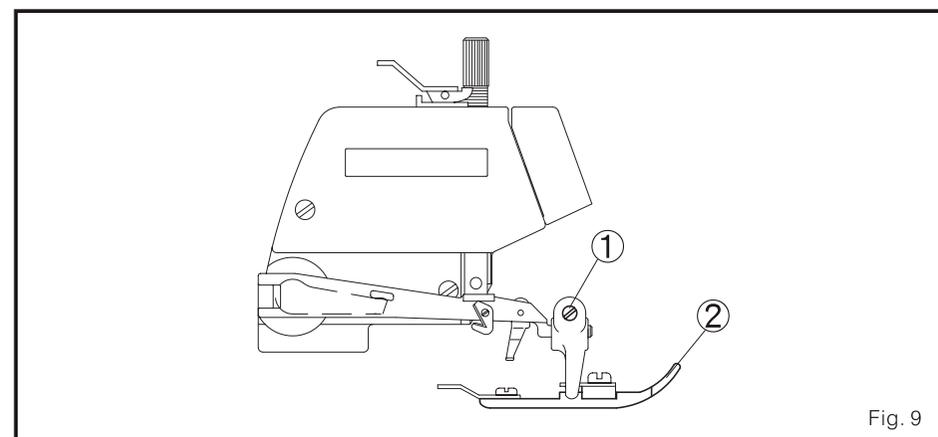

Fig. 9
3. Ajuste a posição do calcador (Fig. 9)